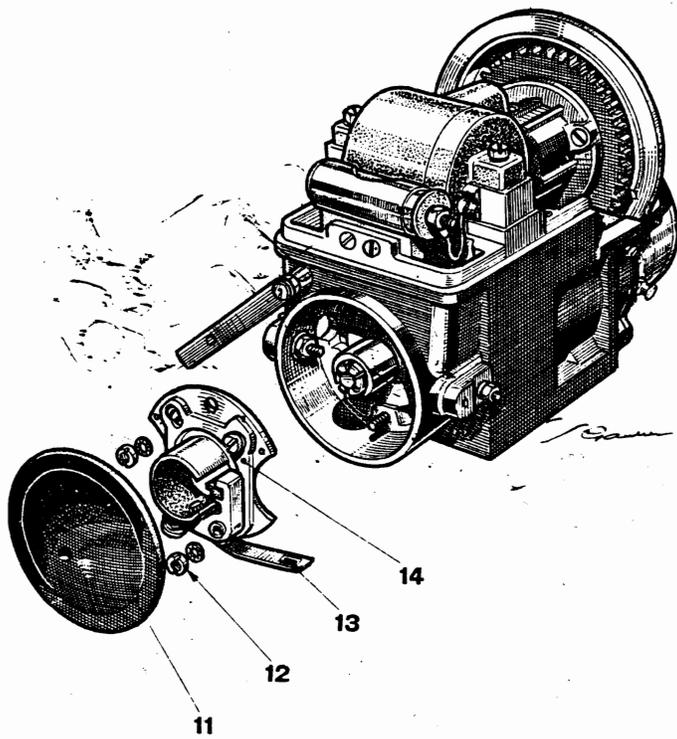

FIG. 34 — DÉMONTAGE DU RUPTEUR ET DE SON PLATEAU
c) Démontage du rupteur et de son plateau (fig. 34) :
- Retirer le couvercle (11) ;
- Dévisser et enlever les 2 écrous de fixation du plateau (12) ;
- Dégager le ressort du levier de rupteur (13) de sa borne ;
- Tirer le plateau de rupteur (14).